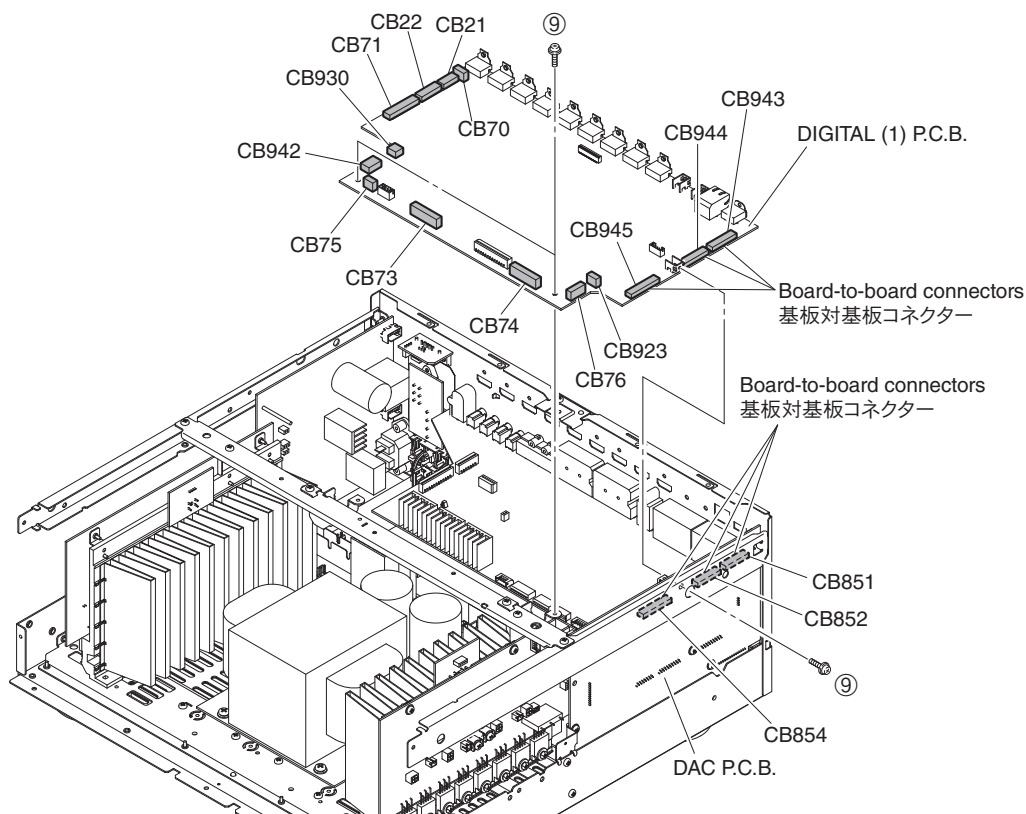

Fig. 2
3. Removal of DIGITAL (1) P.C.B.
- a. Remove 3 screws (⑨). (Fig. 2)
- c. Remove CB21, CB22, CB70, CB71, CB73 ~ CB76, CB923, CB930 and CB942. (Fig. 2)
- d. Remove CB943, CB944 and CB945 and then remove the DIGITAL (1) P.C.B. which is connected directly to the DAC P.C.B. with board-to-board connectors. (Fig. 2)
3. DIGITAL (1) P.C.B. の外し方
- a. ⑨のネジ3本を外します。(Fig. 2)
- c. CB21、CB22、CB70、CB71、CB73～CB76、CB923、CB930、CB942を外します。(Fig. 2)
- d. CB943、CB944、CB945を外し、DIGITAL (1) P.C.B.を外します。
ただし、DIGITAL (1) P.C.B.はDAC P.C.B.に基板対基板コネクタで直接接続されています。(Fig. 2)